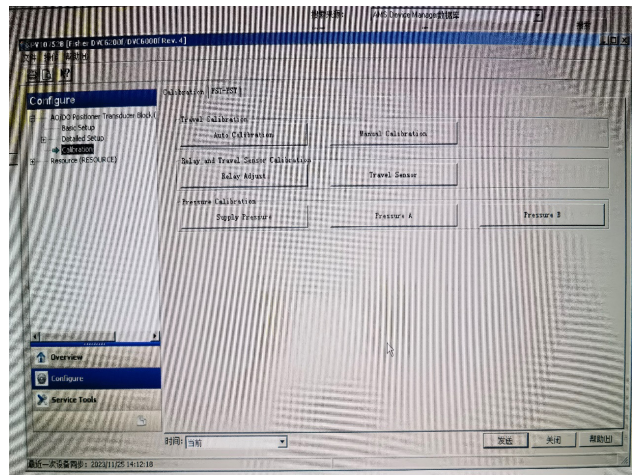

图 3 校准界面
③双击菜单 Configure，然后双击 Calibration 菜单进入自动校准画面，点击 Auto Calibration（自动校准），定位器进入自动校准程序，如图 3 所示。